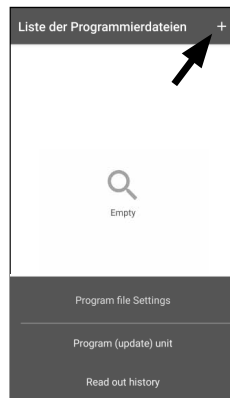

Abb. 87
- ⑤ Um Ihre gewünschten Änderungen bzw. den dazugehörigen Zylinder der Liste hinzuzufügen, tippen Sie rechts oben auf das „+“ (Abb. 87).